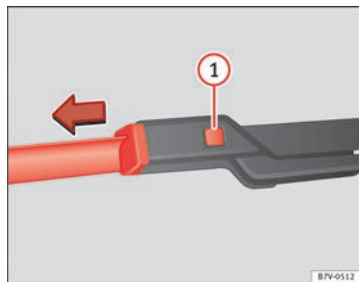

Fig. 118 Substituição das escovas do limpa pára-brisas.
- Mantenha pressionado o botão de desbloqueio ⇒ Fig. 118 ❶ e puxe ligeiramente a escova no sentido indicado pela seta.